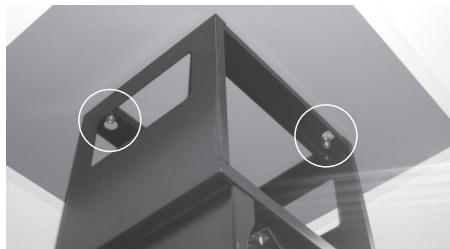

Fig. 1
3. Plaats de pluggen en schroef eerst twee schroeven in de pluggen (niet geheel vastdraaien). Haak de motorunit achter de twee reeds geplaatste schroeven (fig. 1). Centreer de motorunit ten opzichte van de kookplaat. Zorg dat de motorunit uitgelijnt t.o.v. de kookplaat aan het plafond hangt.